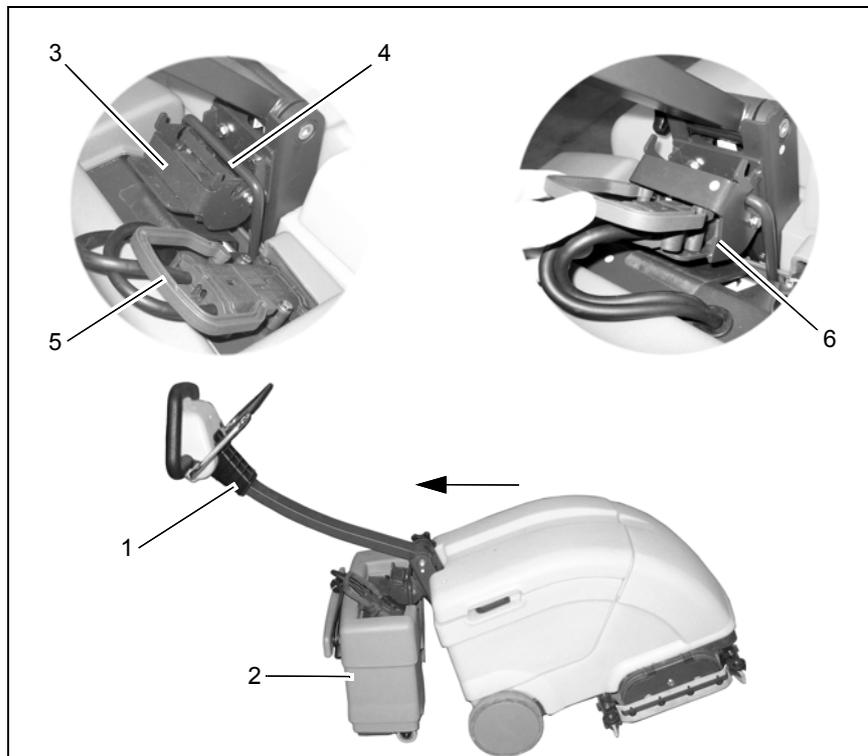

Fig.3
- Incline ligeiramente o equipamento para trás usando o guidador (Fig. 3/1) para que encaixe no kit de baterias (Fig. 3/2).
- Deslize o encaixe Fig. 3/3) para o suporte (Fig. 3/4) do kit de baterias
- Ligue a ficha das baterias (Fig. 3/5) do kit de baterias à ficha (Fig. 3/6) da Scrubmaster B10.